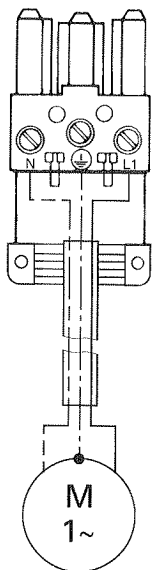

Abb. 9
1. Anschluß von Pumpe und Steckverbinder nach Abb. 9 vornehmen.